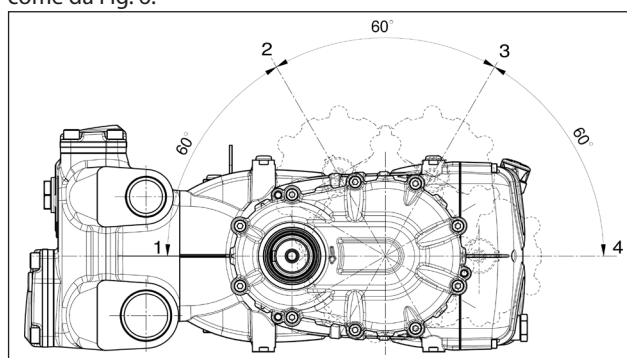

Fig. 6
~ 4,8 litri per le versioni con riduttore nelle pos. ① e ④ (Fig. 6).
È inoltre possibile posizionare il riduttore in 4 posizioni diverse come da Fig. 6.